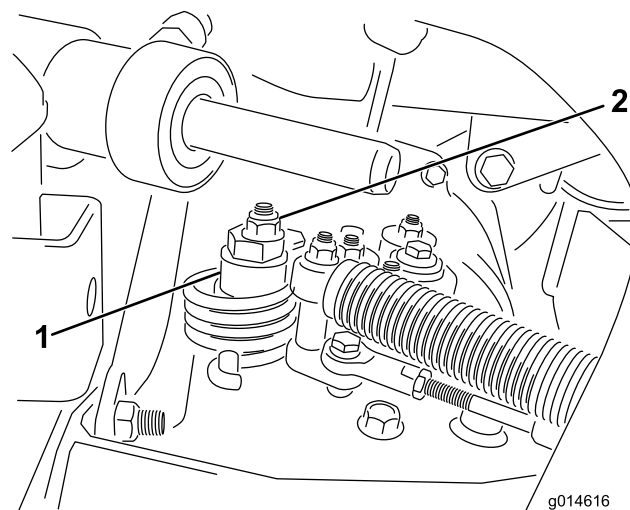

Figure 3
A. Desserrez l'écrou de fixation de l'excentrique en haut de l'hydrostat (Figure 3).
- D. Tournez l'excentrique jusqu'à ce que la roue ne tourne plus dans aucune direction. Lorsque la roue s'arrête de tourner, serrez l'écrou pour bloquer l'excentrique et le réglage (Figure 3).